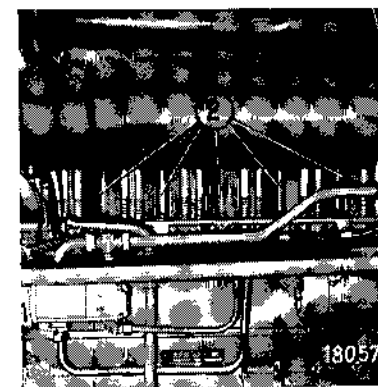

Bild 78
Zum Reinigen sind das Luftführungsoberteil auf der Einspritzpumpenseite und die Abschirmbleche ② auf der Abluftseite abzunehmen (Bild 78).